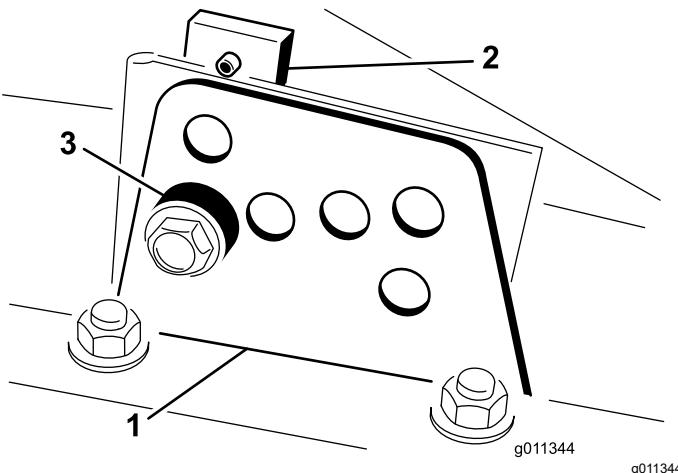

Bild 17
2. Lockern Sie die Schraube, mit denen die Schnitthöhenhalterungen an der Schnitthöhenplatte (vorne und an beiden Seiten) befestigt sind (Bild 17).
4. Entfernen Sie das Distanzstück, während Sie gleichzeitig die Kammer abstützen (Bild 17).